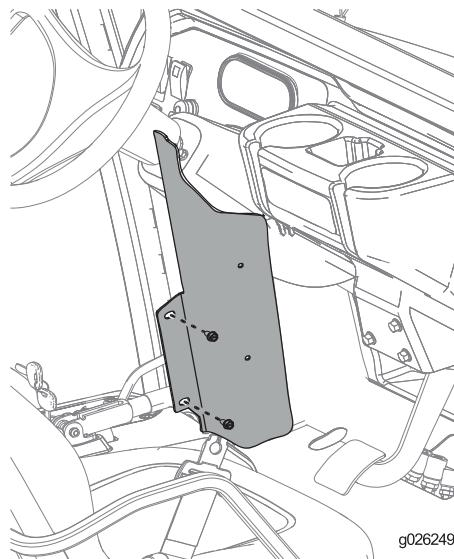

図 46
3. 機体の左右それぞれの側にサイドプレートパネルを取り付けるボルト $\frac{1}{4}$ " 2本を使い、図 46に示すように取り付ける。